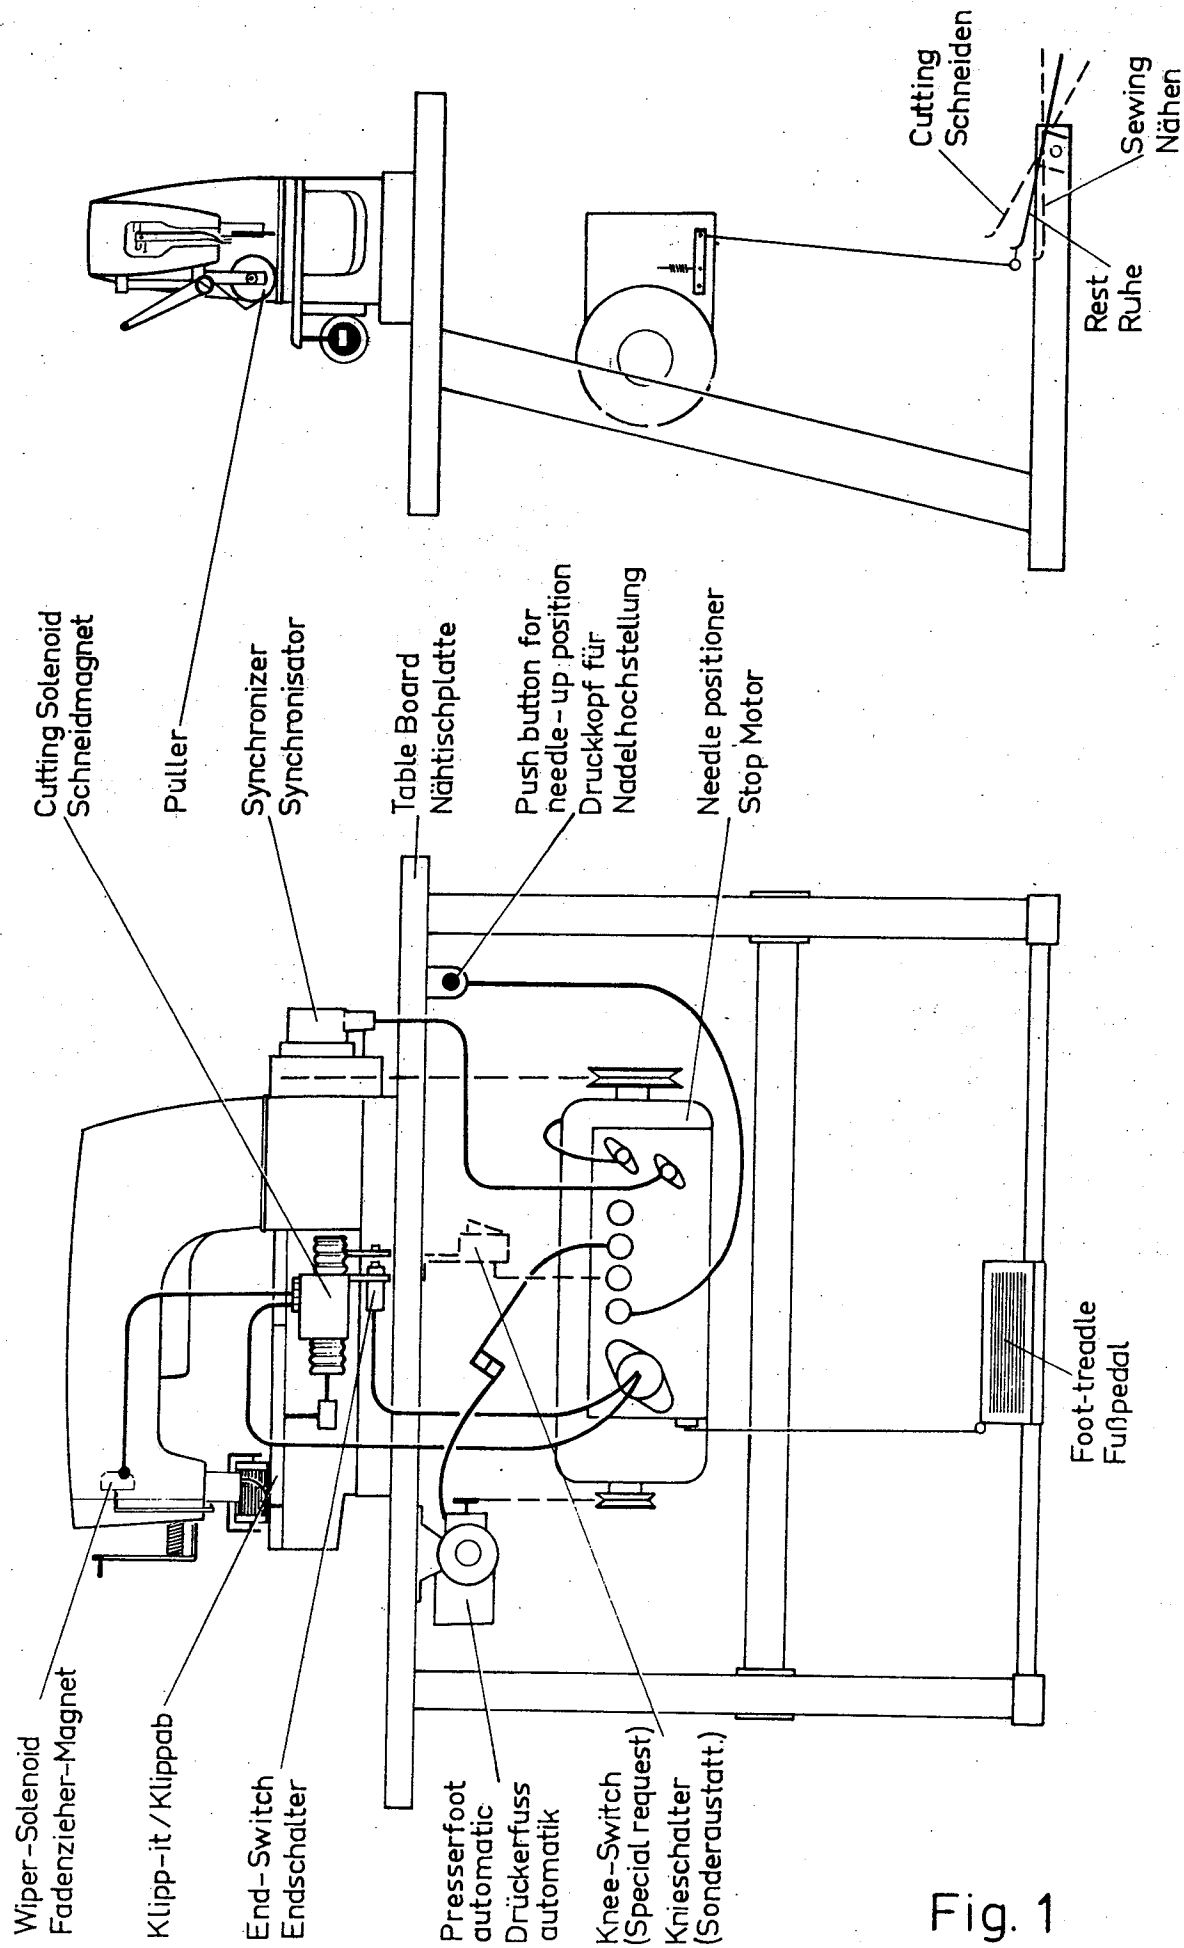

Fig. 1
As shown on Fig. 1 the following parts are mounted on the sewing machine:
It is possible to lift the presser foot without cutting the threads by pressing first the push button, which raises the needles, and heeling the treadle. This is necessary for matching seams or ends of garments. For operations which need a frequent matching of garment it is recommended to install an additional knee switch Part No. 998-338 (dotted line Fig. 1), which allows to lift the presser foot also in needle down position.
Wie aus der Übersichtsskizze Fig. 1 ersichtlich, sind an der Nähmaschine:
Der Drückfuß kann ohne Fadenabschneiden geliftet werden, indem man erst den Drucktaster drückt (also die Nadeln in Hoch bringt) und erst dann das Pedal rückwärts tritt. Dies ist nötig, wenn man die Ware nachregulieren will. Für Arbeiten, die oft-maliges Nachregulieren erfordern, kann zusätzlich ein Knieschalter Teil Nr. 998-338 eingebaut werden (gestrichelt Fig. 1). Durch Betätigung des Knieschalters kann der Drückfuß auch in Nadeltief geliftet werden.
1. Install machine, synchronizer, motor and presser foot lifter according to Fig. 1. All cables between machine, sewing table and motor are equipped with quick disconnect plugs. Start to operate the machine, when all plugs are connected.
1. Installieren Sie die Maschine, Synchronisator, Motor und Drückerfußautomatik nach Fig. 1. Alle Anschlüsse zwischen Maschine, Tisch und Motor sind schnell lösbare Steckverbindungen. Nehmen Sie die Maschine erst dann in Betrieb wenn alle Stecker eingesteckt sind.
- b) The thread wiper has to be adjusted (see item 11) before it is connected to the solenoid according to Fig. 1 a.
- b) Der Fadenzieher darf erst nach erfolgter Einstellung (siehe Punkt 11) am Magnet nach Fig. 1 a angeschlossen werden.